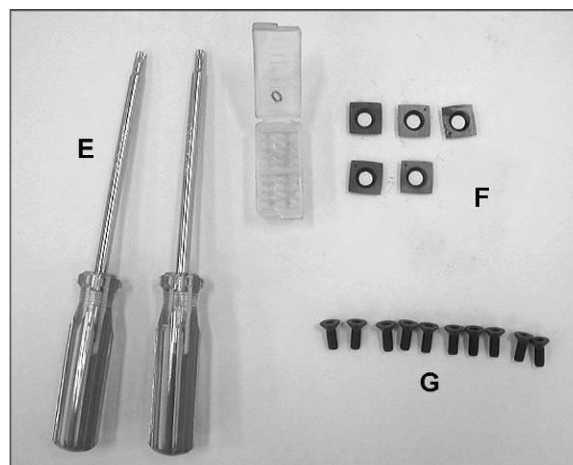

Рисунок 2
- (артикул РМ54НН-НР, см. рисунок 2)
- 2 Отвертки Torx (E)
- 5 Режущих пластин (F)
- 10 Винтов для крепления пластин (G)